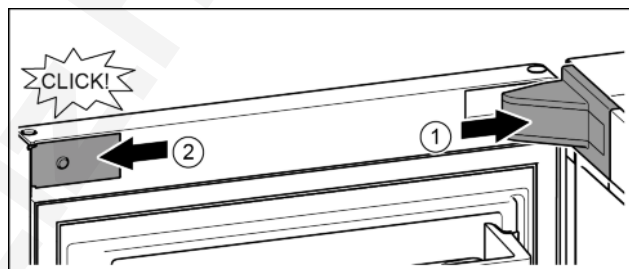

Fig. 21
- ▶ Helyezze fel és pattintsa be a csapágycsavar fedelét, szükség esetén óvatosan nyomja szét. Fig. 21 (1)
- ▶ Helyezze fel oldalra a lemezt, és pattintsa be. Fig. 21 (2)